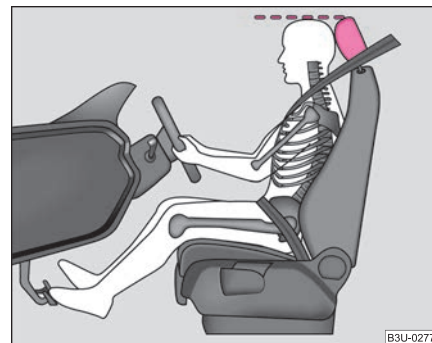

Fig. 103 El ajuste correcto del reposacabezas del conductor
- Ajuste el reposacabezas de tal modo, que el borde superior del mismo se encuentre de ser posible a la misma altura que la parte superior de su cabeza ⇒ fig. 103.
- Ajuste el reposacabezas de tal modo, que el borde superior del mismo se encuentre de ser posible a la misma altura que la parte superior de su cabeza ⇒ página 129, fig. 103.
- Ajuste los reposacabezas de tal modo, que el borde superior de los mismos se encuentre de ser posible a la misma altura que la parte superior de la cabeza ⇒ página 129, fig. 103.